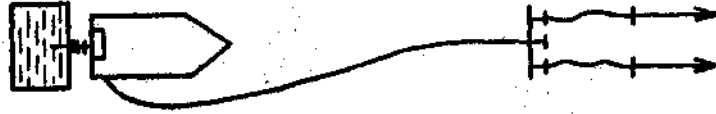

Рисунок 10
24. Визначити напір на насосі, якщо від нього прокладена магістральна лінія діаметром  $d$ , мм довжиною  $l$ , м. Від розгалуження подані два стволи Б по двох робочих лініях діаметром  $d$ , мм, довжиною  $l$ , м кожна, у вікно 3-го поверху. Рукава прогумовані. (Рис. 10).